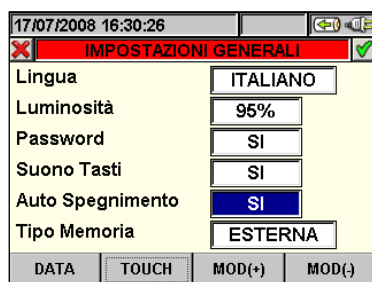

Fig. 15: Ecrã DE Configuração DO Desligar Automático
1. Colocar o cursor com os botões “setas” ▲ ou ▼ no campo correspondente à opção “Desligar Automático (Auto Spegnimento)” evidenciada no fundo azul, como se mostra na Fig. 15: